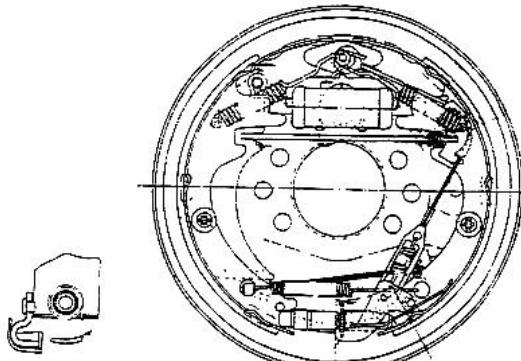

Рис. 2-32
2.6.4 Испытание механизма саморегулирования зазора, см. рис. 2-32